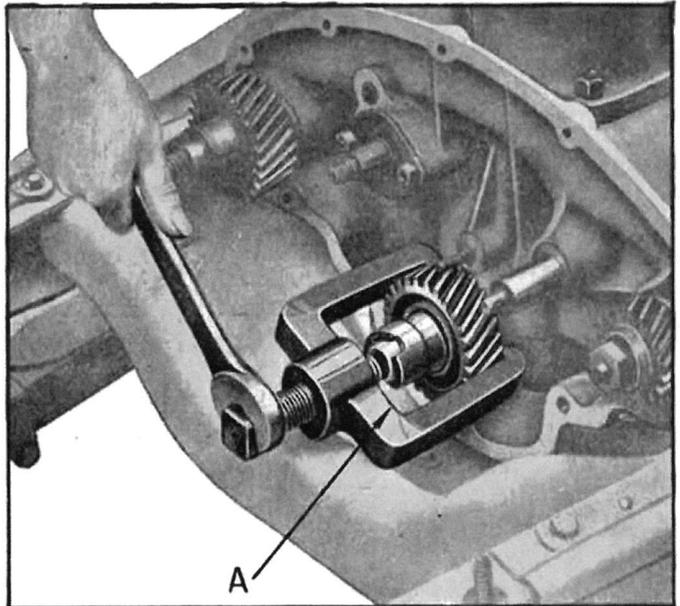

Fig. 58. — Démontage du pignon de vilebrequin.
- 4—Enlever ensemble, avec l'arrache-pignon spécial, le pignon du vilebrequin et la griffe de mise en marche (*fig. 58*).